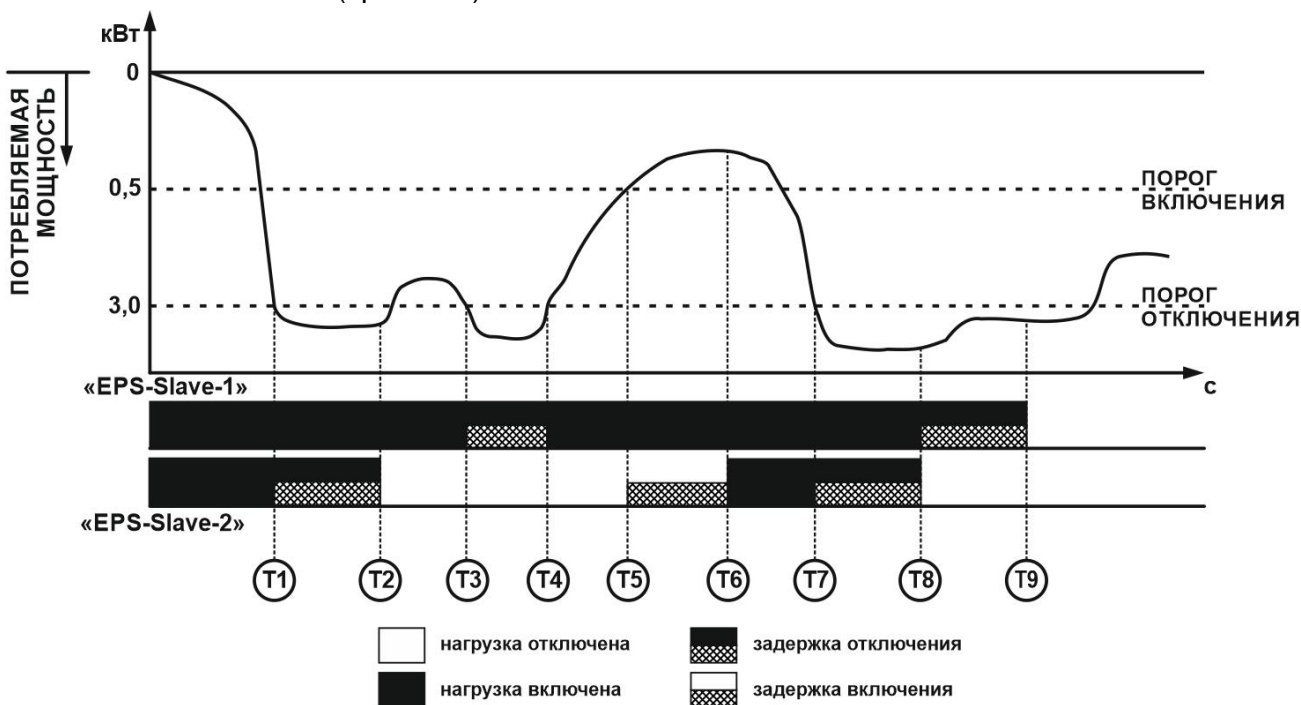

Рисунок 16 – Работа в режиме реле ограничения мощности
- начинается отсчет времени 60 с (параметр: «Задержка отключения», время T1 или T7 – рисунок 16);